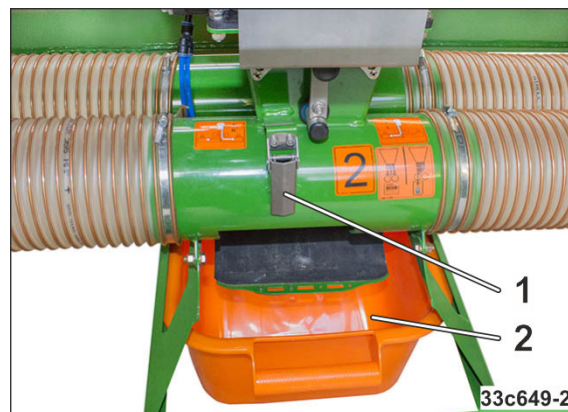

Fig. 269
3. Desfaceți ambele cârlige de strângere (Fig. 269/1) și deschideți clapetele la ambele țevi de transport.
- Semințele cad în tava de calibrare (Fig. 269/2).